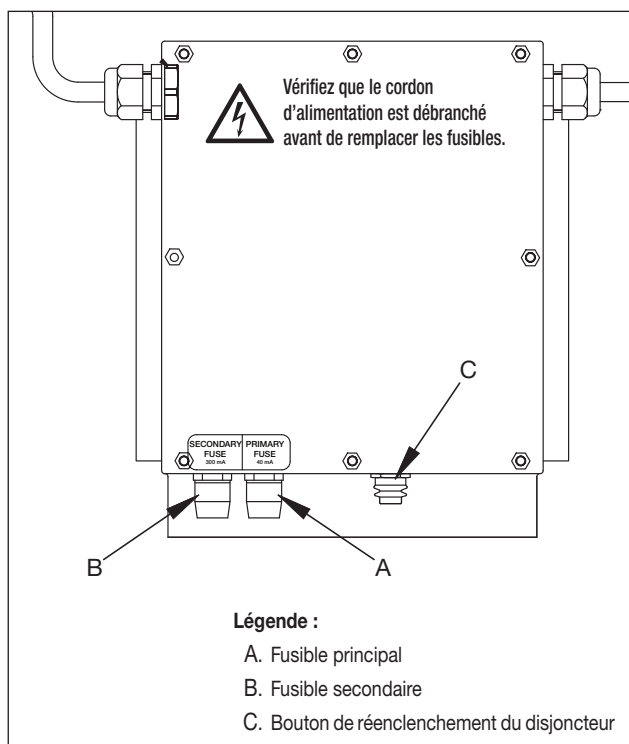

Figure 9, emplacements des fusibles et du bouton de réencenchement, modèles monophasés
6.7 Remplacement des fusibles (reportez-vous aux figures 9 et 10)
Modèle de vérin commençant par :	(Reportez-vous aux figures 9 et 10 pour connaître l'emplacement des fusibles.)